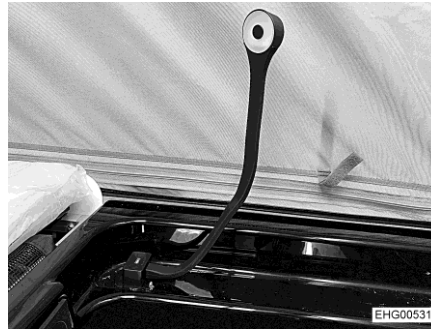
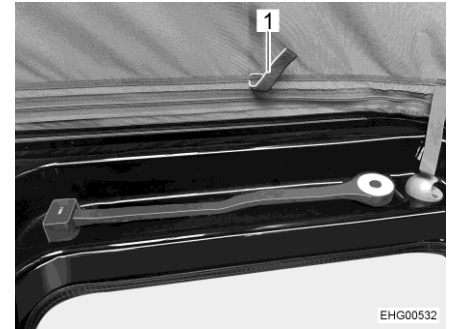

Bild 60 Schwanenhalsleuchte, Betriebsposition
Bild 61 Schwanenhalsleuchte, Transportposition
- Schwanenhalsleuchte von Betriebsposition (Bild 60) in Transportposition (Bild 61) zurückführen.
- Zeltstoff an den dafür vorgesehenen Laschen (Bild 61,1) nach innen ziehen.